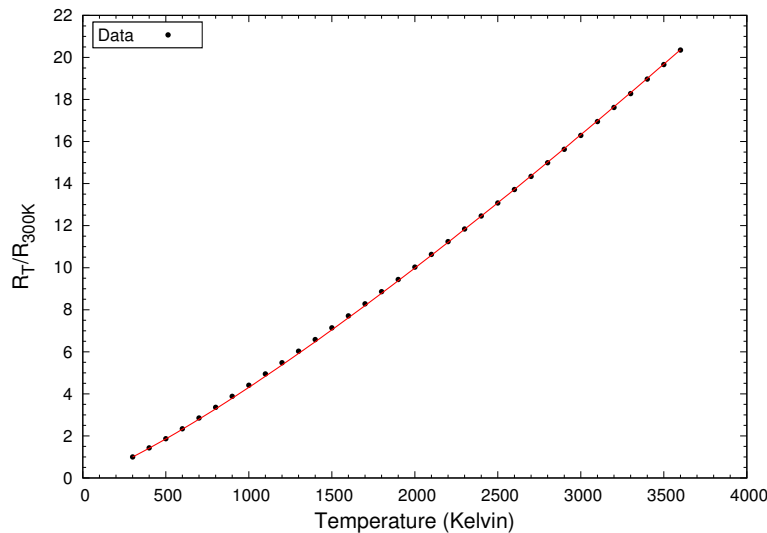

Figura 3: Resistência do tungstênio como função da temperatura
É possível determinar a temperatura do filamento de uma lâmpada de tungstênio através de uma relação empírica em função da resistência elétrica (R) descrita pelos pontos experimentais na figura 3. Sendo R_0 a resistência do filamento à temperatura ambiente, $T_0 \sim 300K$.